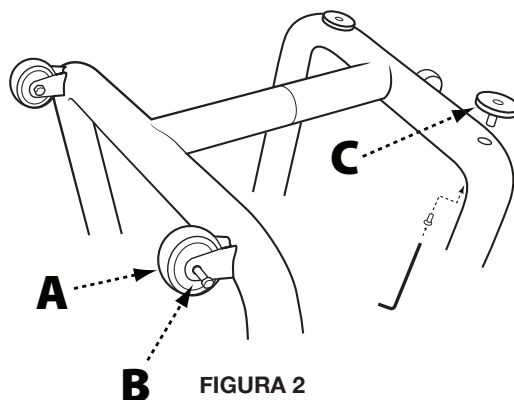
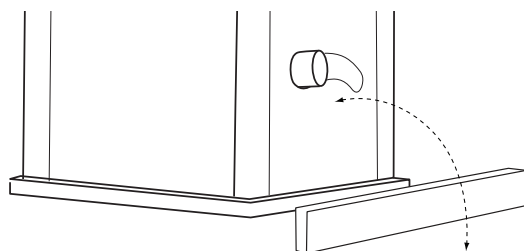

FIGURA 2
FIGURA 3
1. Sujete las dos ruedas fijas (A) a las dos patas izquierdas, del otro lado de la ruedita giratoria, usando un pasador de eje M8 X 53 mm como se muestra en la Figura 2.
2. Introduzca las patas ajustables (C) en los insertos roscados de la pata derecha, al lado de la ruedita giratoria.
3. Coloque una pieza de madera 2x4 en la parte posterior de la sierra, como se muestra en la Figura 3, para evitar daños al conducto para polvo al enderezar la sierra.
5. Las dos patas ajustables (C) pueden subirse y bajarse girándolas. Las patas pueden ajustarse para nivelar la sierra y asegurarse con los tornillos de fijación ya ensamblados en el armazón, usando una llave Allen hexagonal de 6 mm. Vea la Figura 2.